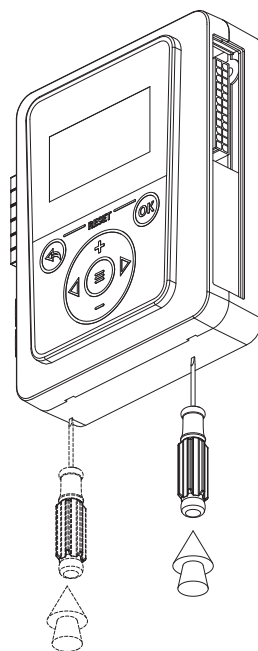

Рис. 23 Демонтаж лицевой панели
2. Снимите лицевую панель контроллера, ослабив защелки с помощью отвертки (Рис. 23);